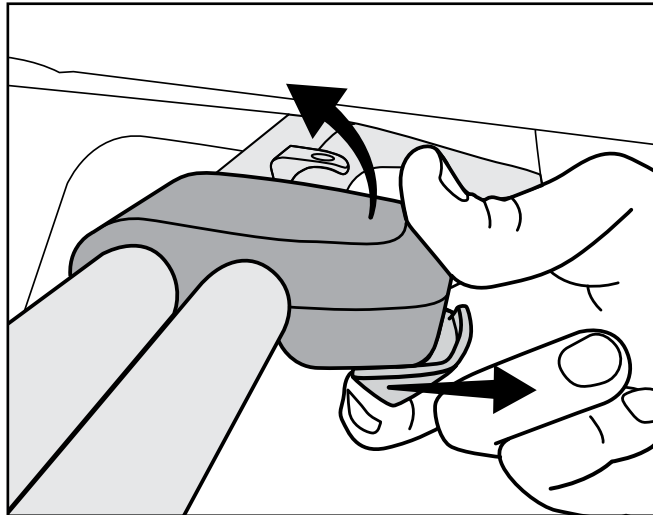

Abbildung 7
2. Die Rahmenverriegelung lösen, dazu den gelben Schieber zurückziehen, um den Verriegelungsmechanismus zu lösen, und nach oben drehen (Abbildung 7).